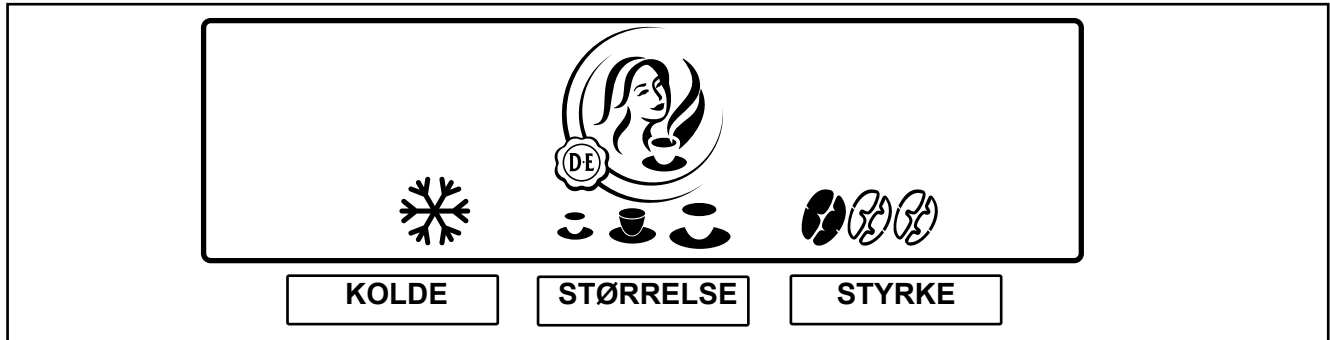

Fig. 15
Kaffemaskinen kan anvendes med forvalg. Serviceteknikeren har muligvis aktiveret disse forvalgsmuligheder under installationen. Når der trykkes på forvalgsknappen, vises følgende forvalgsmuligheder på displayet (fig. 15):
2. Tryk på forvalgsknappen «KOLDE» for at aktivere forvalget. Ikonet for is vises (fig. 15).
Tre kopikoner (lille - mellem - stor) vises (fig. 15).